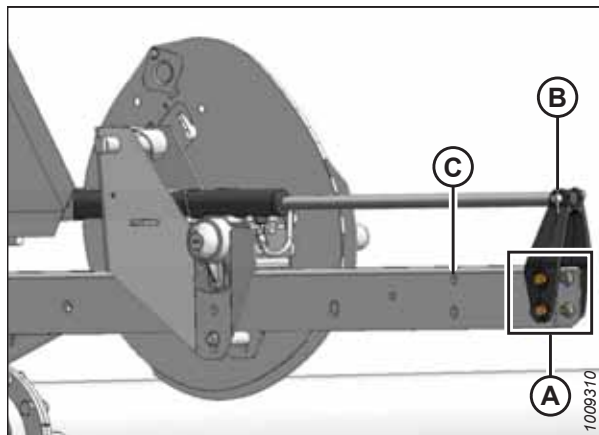

Рисунок 3.40: Переднее положение
- Переднее положение, см. рис. 3.40, страница 70